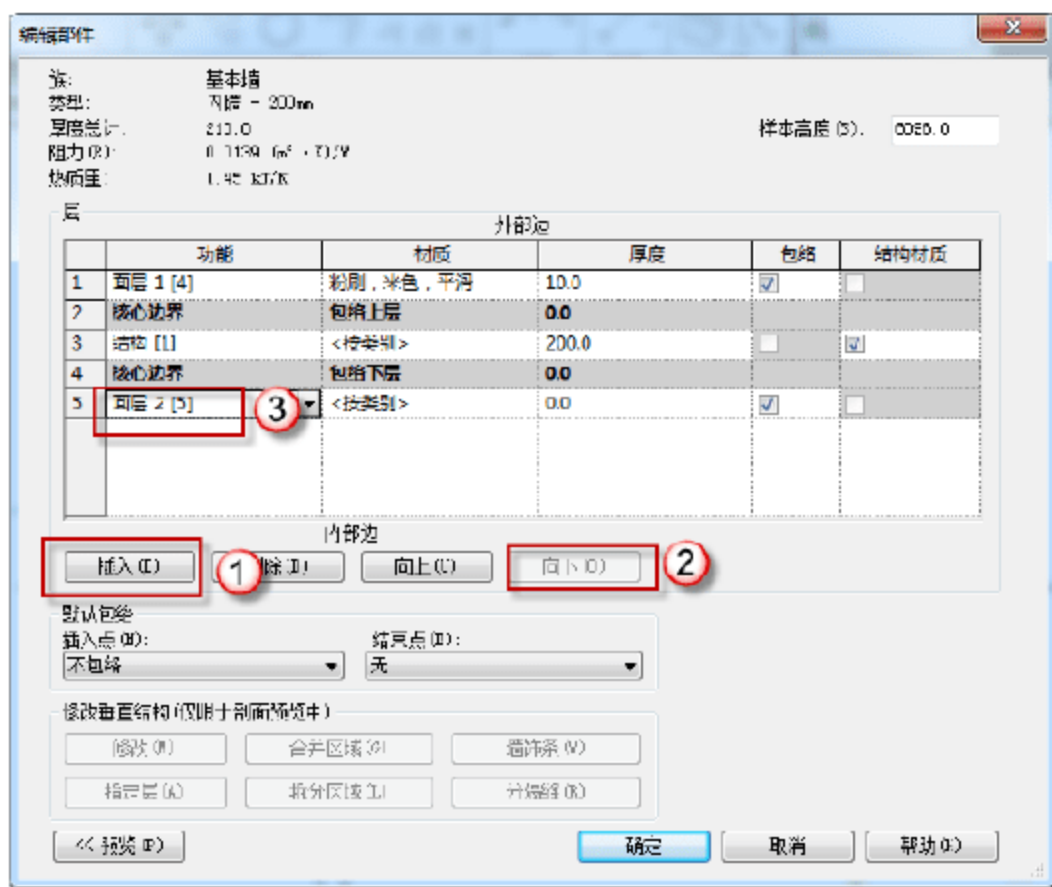

图 9.1.32 添加“面层 2 [5]”功能
(5) 添加“面层 2 [5]”功能。在“编辑部件”对话框中选中“结构[1]”，单击“插入”→“向下”按钮，在“功能”参数下将“结构[1]”改为“面层 2 [5]”，如图 9.1.32 所示。